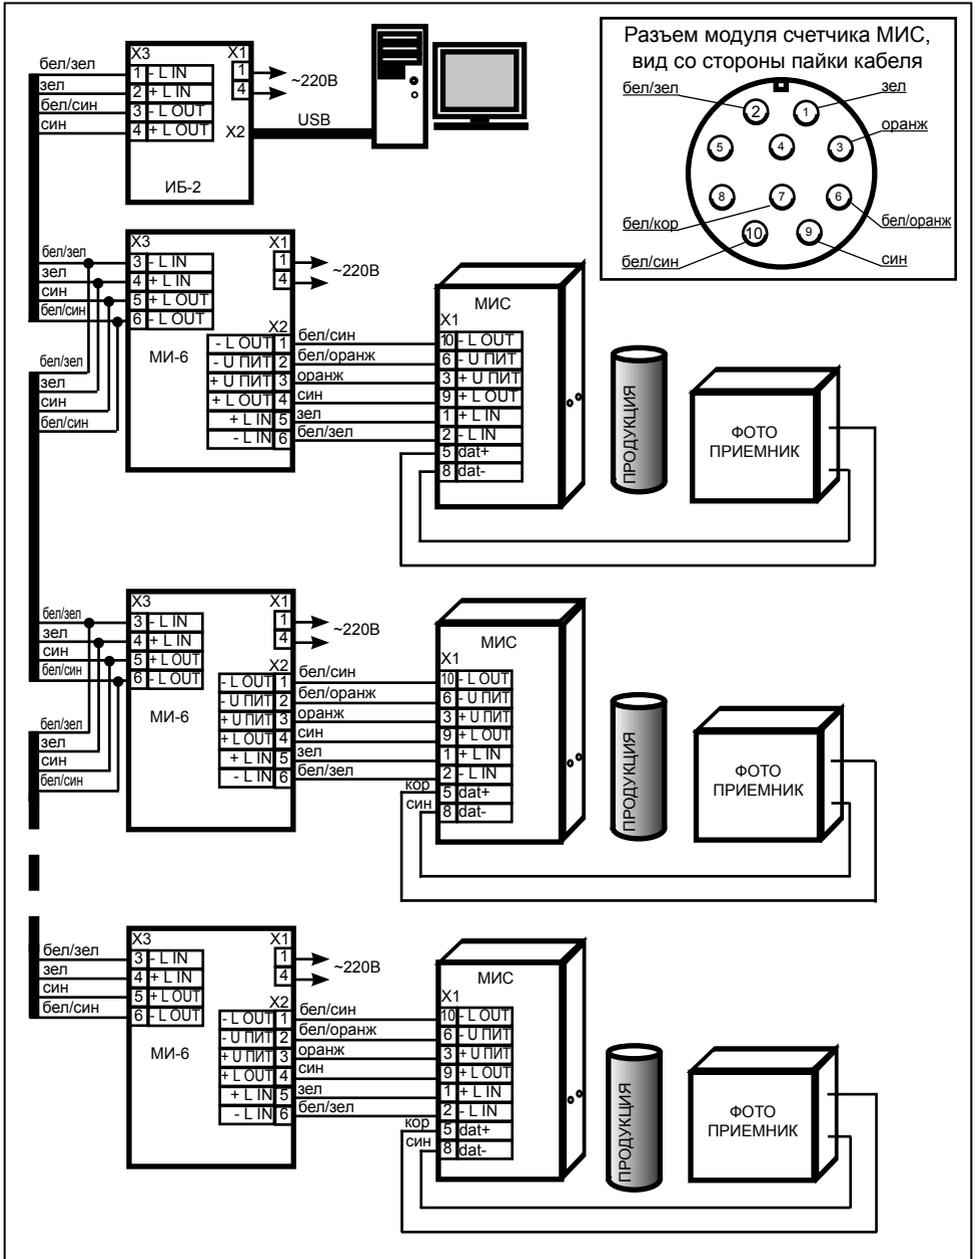

Рисунок 3. Пример схемы соединений счётчиков МИС, модулей индикации МИ-6 и интерфейсного блока ИБ-2 в системе учёта продукции
6.1 Распаять входные  $L_{IN}$  и выходные  $L_{OUT}$  линии последовательного интерфейса от внешнего устройства (модуля индикации МИ-6, специальной версии модуля табло МТ-4 или МТ-6, интерфейсного блока ИБ-1 или ИБ-2) на контакты разъёма модуля счётчика рисунок 3. Рекомендуется использовать кабель типа UTP5 (неэкранированная витая пара категории 5).
6.2 Припаять кабель питания на контакты разъёма модуля счётчика рисунок 3.